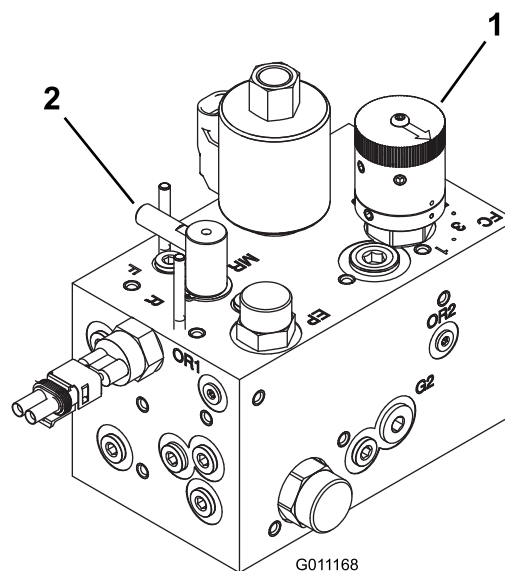

Figura 44
2. Rode o manípulo de controlo da velocidade dos cilindros (Figura 44) para o número de definição determinado no passo 1.